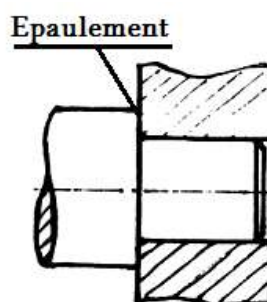

Figure 7
- B. Liaison partielle** Lorsque les deux pièces peuvent prendre certains mouvements ou au moins un mouvement de l'une par rapport à l'autre, la liaison est dite partielle ou incomplète. Représentons sur la Figure 7 un exemple de liaison partielle obtenue par le détail des formes.